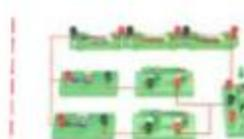

Figure 2-4
3. Formez un circuit parallèle comme indiqué sur la figure 2-4 pour analyser le sens d'écoulement du courant; et fermez chaque interrupteur séparément pour voir le parallèle Analysez le rôle de chaque commutateur dans le circuit pour savoir quelle partie est une branche et quelle partie est un tronc.
Figure 2-4 schéma de circuit correspondant